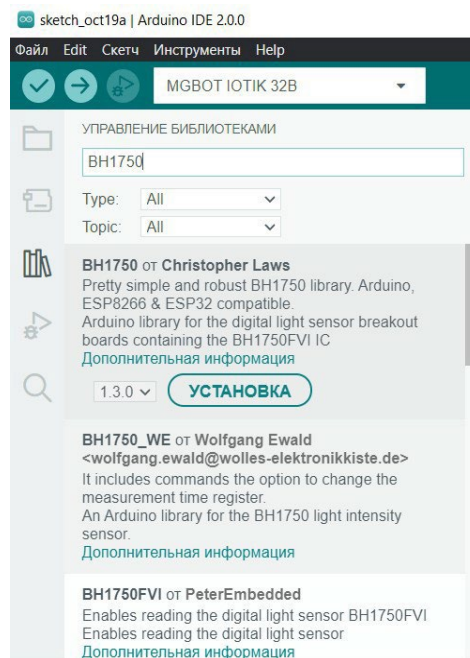

Рисунок 14. Окно Управление библиотеками в Arduino IDE
2. В окне поиска введите название нужной библиотеки (рис. 14).